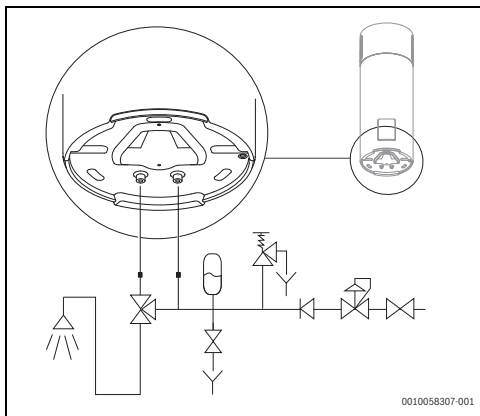

Fig. 20 Ligações de alimentação da água
É obrigatório que o instalador do sistema instale uma válvula de segurança de 8 bar no tubo de alimentação de água fria (Fig. 20).
O escoamento, ligado à válvula de segurança, deve ser instalado numa inclinação descendente. Deve também ser instalado num local onde esteja protegido contra a formação de gelo (Fig. 20).
Nunca feche a válvula de corte de água durante o funcionamento. (→ fig. 20, pág. 133).
- ▶ Instalar um vaso de expansão¹⁾ (→ fig. 20) para evitar que a abertura da válvula de segurança seja tão frequente.